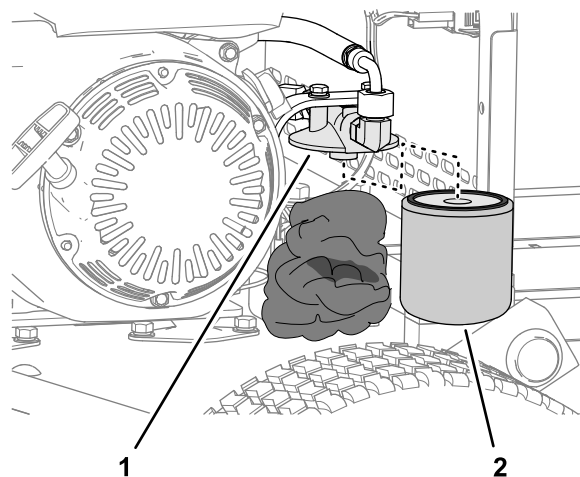

Рисунок 37
2. Поместите ветошь под гидравлический фильтр (Рисунок 37).
3. Осторожно снимите гидравлический фильтр (Рисунок 37).
5. Установите фильтр на головку фильтра вручную (Рисунок 37) так, чтобы прокладка соприкоснулась с головкой фильтра, затем доверните фильтр еще на $\frac{3}{4}$ оборота.